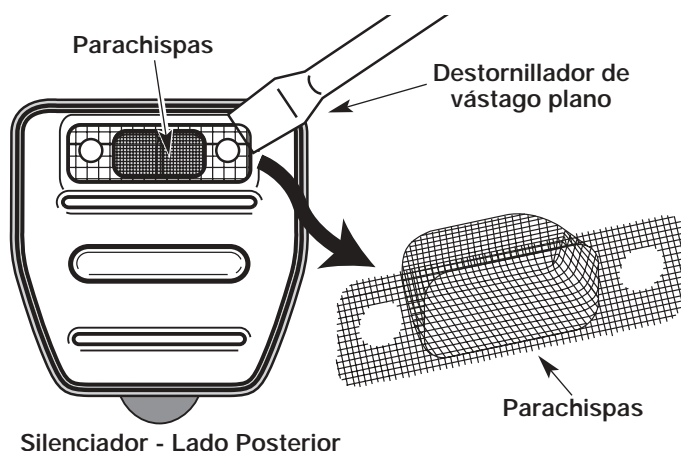

Fig. 27
4. Despegue cuidadosamente el parachispas con un destornillador de punta plana del orificio en bajo relieve (Fig. 27). Quite el parachispas del silenciador.
5. Limpie el parachispas con un cepillo de cerdas metálicas. Cámbielo si está dañado o si no lo puede limpiar completamente (Fig. 27).